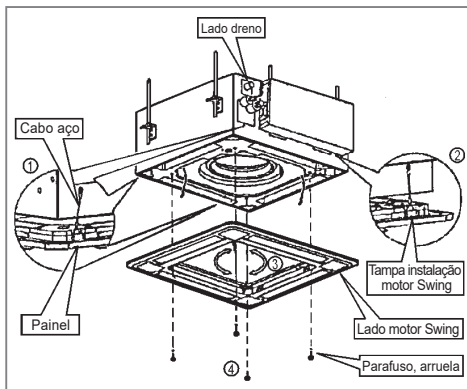

FIG. 23
- Alinhar o motor do Swing (oscilar) adequadamente no painel com as juntas de tubulação. Fig. 23.
- Encaixe os dois cabos de aço, fixos ao corpo principal, no painel de instalação e alinhe a marca no painel com a mesma marca no corpo principal. Ver Fig. 23 - Detalhes 1 e 2.
- Regule o painel na direção das setas (Fig. 23 - Detalhe 3), levemente de maneira a alinhar o centro do painel com o centro da abertura do teto. Certifique-se que os ganchos dos quatro cantos estão bem fixos.